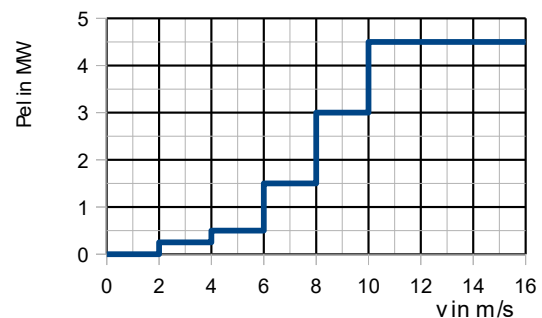

Bild 2
Das Pumpspeicherkraftwerk wird ergänzt durch eine Windkraftanlage. Die Leistungskurve der Windkraftanlage ist im Bild 2 stark vereinfacht dargestellt. Die Windkraftanlage hat folgende technischen Daten:
3.2.1 Erläutern Sie, warum die Leistungskurve im Bild 2 mit zunehmender Windgeschwindigkeit ansteigt und dann abflacht.